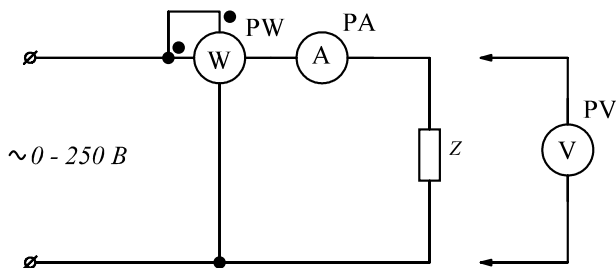

Рис. 3.3 Электрическая схема определения параметров нагрузки
2.1.1. Собрать цепь по схеме, приведенной на рис. 3.3. В качестве приемника электрической энергии Z подключить индуктивную катушку. Собранную электрическую цепь подключить к выходным зажимам источника переменного регулируемого напряжения.
2.2.1. В цепи (рис. 3.3) в качестве приемника электрической энергии подключить последовательное соединение резистора и катушки.
2.2.3. В цепи (рис. 3.3) в качестве приемника энергии подключить последовательное соединение резистора и конденсатора затем выполнить п.2.2.2.
2.2.4. В цепи (рис. 3.3) в качестве приемника энергии подключить последовательное соединение резистора, катушки и конденсатора затем выполнить п.2.2.2.